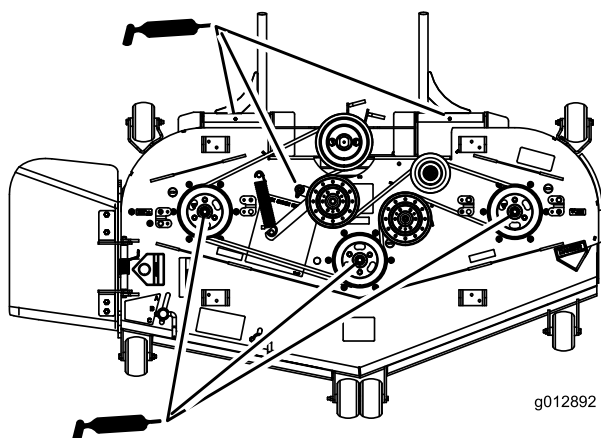

Figura 39
4. Engrase los tres cojinetes de los ejes hasta que rezume grasa (Figura 39).
5. Engrase el brazo tensor de la plataforma del cortacésped (Figura 39).
6. Lubrique los puntos de engrase de los brazos de empuje (Figura 39).